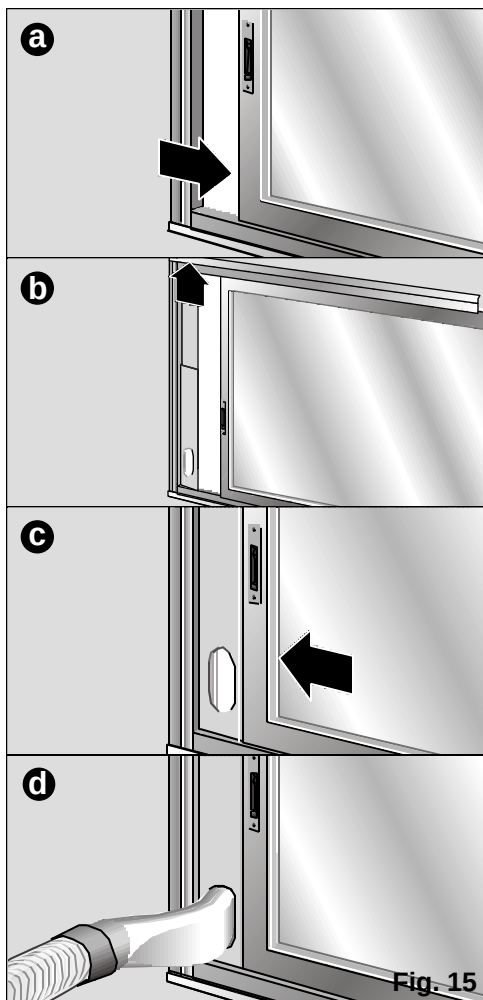

Fig. 15
- Man kan også bruke tilbehør for installering i skyvevindu / balkong skyvedør (se "Beskrivelse av tilbehøret"), **Fig. 15: a, b, c, d.** Utstyrsdelen fungerer både til horisontale og vertikale vinduer / balkongdører.